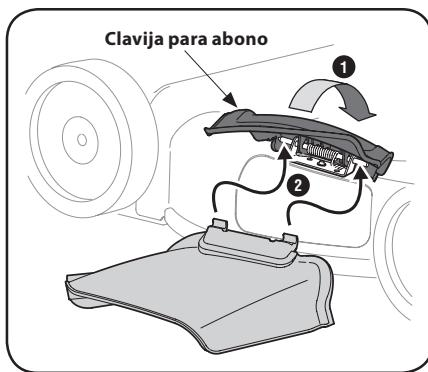

Figura 2-8
- En el costado de la cortadora, levante el adaptador para abono. Vea la Figura 2-8.